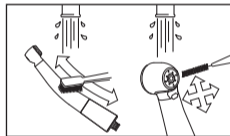

Fig. 20
- 1 Nettoyez les surfaces externes de la pièce à main avec une brosse à dents à poils doux pendant 15 secondes ou plus (Fig. 20).
- 2 Nettoyez autour du trou d'insertion de la fraise pendant 15 secondes ou plus, à l'aide d'une brossette interdentaire (fil d'épaisseur 0,7 mm) conforme à la taille 4 de la norme ISO 16409 (Fig. 20).